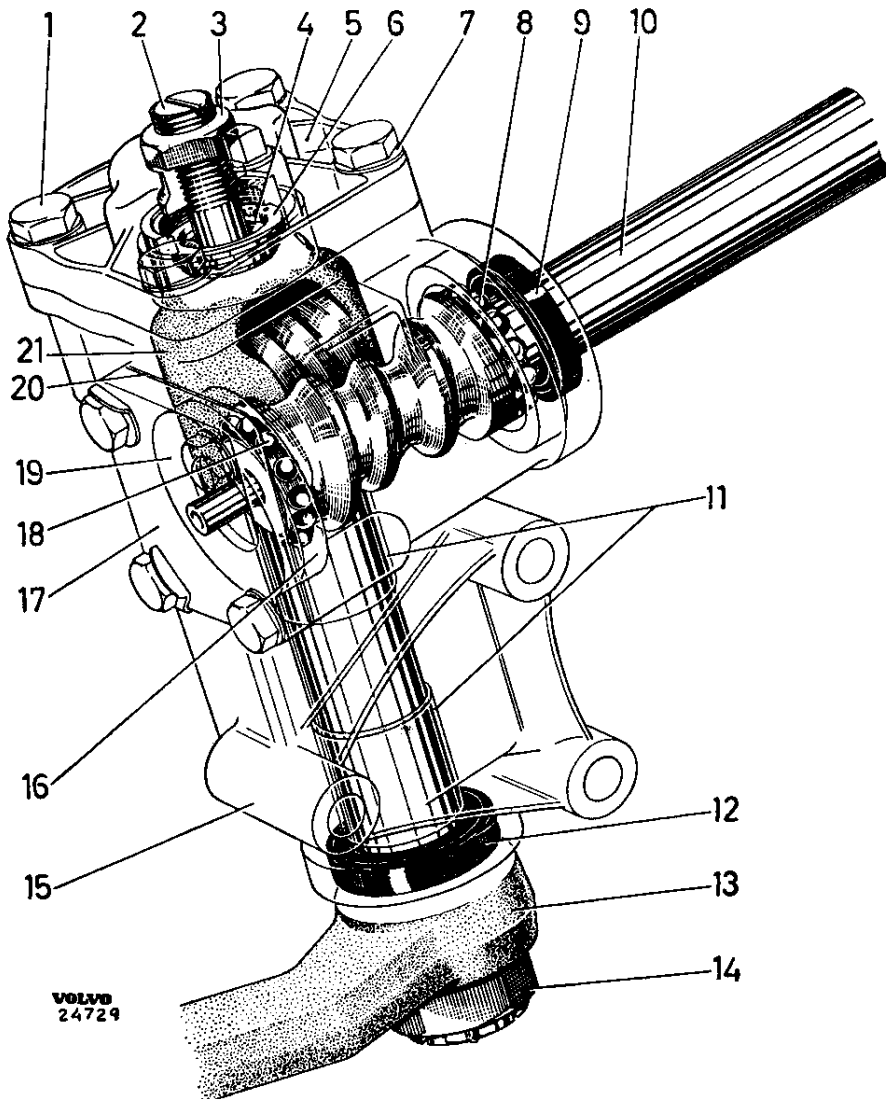

Abb. 21 Lenkschnecke
Die Lenkbewegung wird auf die Räder über Gelenkspindel (2 Abb. 22), Lenkschnecke (8), Gelenkstockhebel (11), Spurstange (12), Umlenkhebel (15) sowie die Lenkstangen (7 und 17) und die Lenkhebel übertragen. Die Lenkschnecke (Abb. 21) ist vom Typ Schnecke und Rolle. Der Umlenkhebel ist in der früh. Ausf. (Abb. 24 und 25) in Nadellagern und in der jetzigen Ausf.